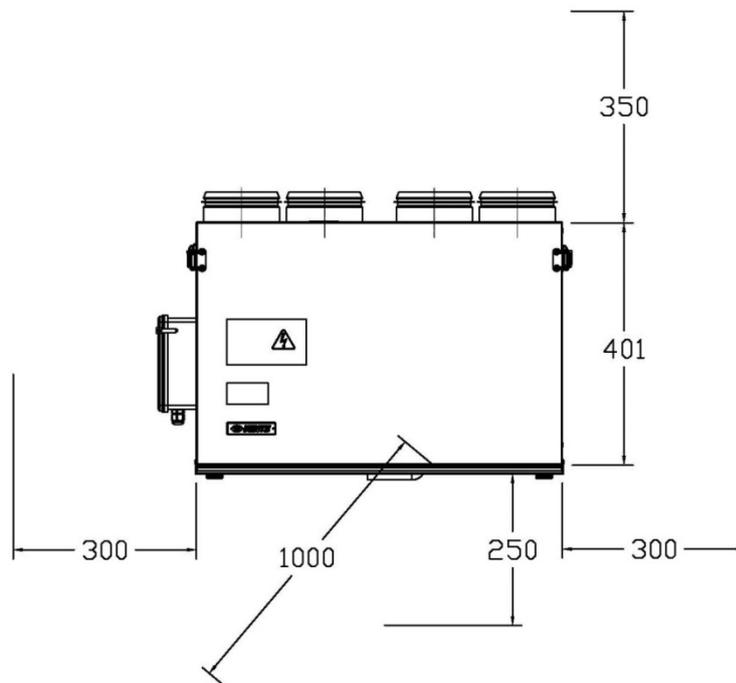

図 17 「アレクサンダー」必要最低スペース図
- ・下部にドレン管が配管されますので、250mm 以上の高さ（ユニット本体合計 651mm）になるように設置してください。（図 17 参照）